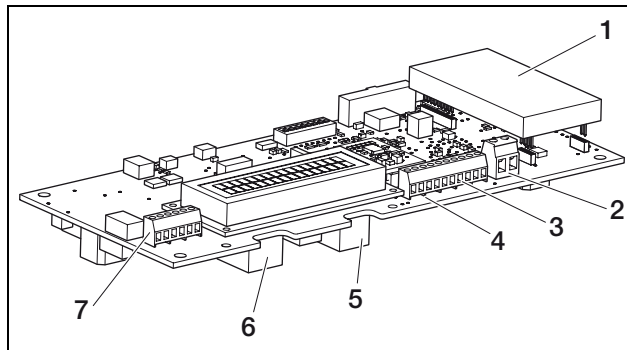

Figura 40: collegamenti della scheda di comunicazione
- Innestare la spina del cavo TP nella presa corrispondente (figura 40, posizione 6).
- Innestare la spina del cavo telefonico nella presa corrispondente (figura 40, posizione 5).
- Collegare i cavi in base alla loro assegnazione (tabella 10) sui morsetti (figura 40, posizione 7).
- Collegare le linee al morsetto corrispondente (figura 40, posizione 2).
- Collegare i cavi in base all'assegnazione (tabella 11) sui morsetti (figura 40, posizione 4).